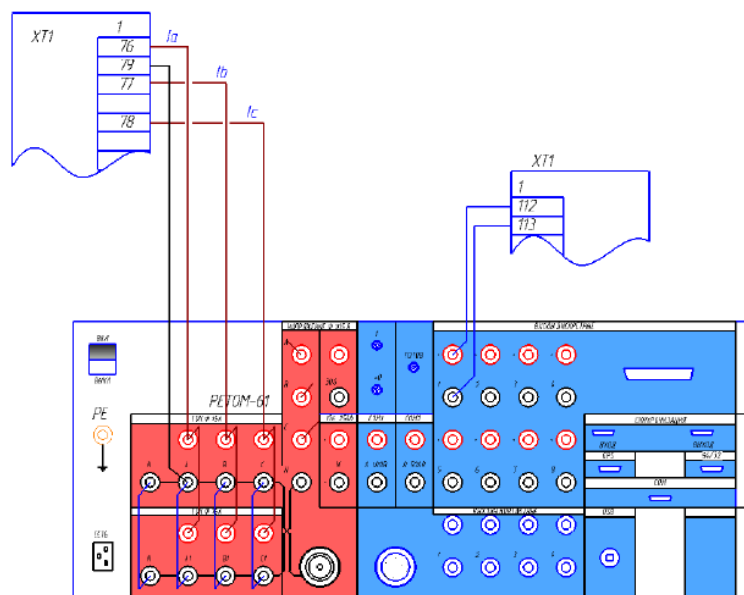

Рисунок 2.9 – Схема подключения токовых и дискретных цепей РЕТОМ–61 к блоку Seram
11. Произвести проверку действия терминала на параметрируемые уставки защит. Для этого подключить устройство РЕТОМ–61 в соответствии со схемой подключения (рис. 2.9):